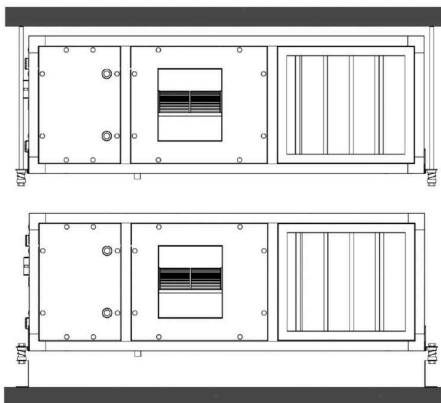

fig. 1
- Posizionare l'unità su di una struttura solida adeguata al peso della macchina; interporre sempre opportuni sistemi flessibili e smorzanti tra unità e struttura di supporto (si veda fig. 1). Evitare le connessioni rigide, fonte di trasmissione meccanica delle vibrazioni.
- Place the unit over a solid support structure, suited to unit weight; always interpose proper anti-vibration devices between the unit and the supports (see fig. 1).